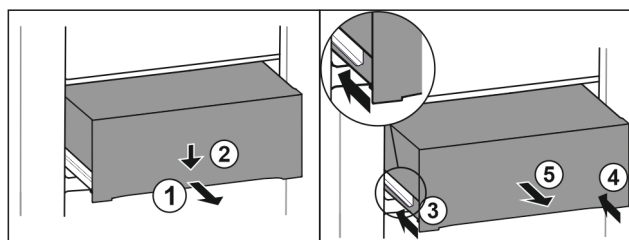

Fig. 170
- Izvucite ladicu na pola. Fig. 170 (1)
- Pritisnite ladicu naprijed prema dolje. Fig. 170 (2)
- Gurnite lijevu vodilicu za oko 2 cm. Fig. 170 (3)
- Gurnite desnu vodilicu za oko 2 cm. Fig. 170 (4)
- Izvadite ladicu prema naprijed. Fig. 170 (5)